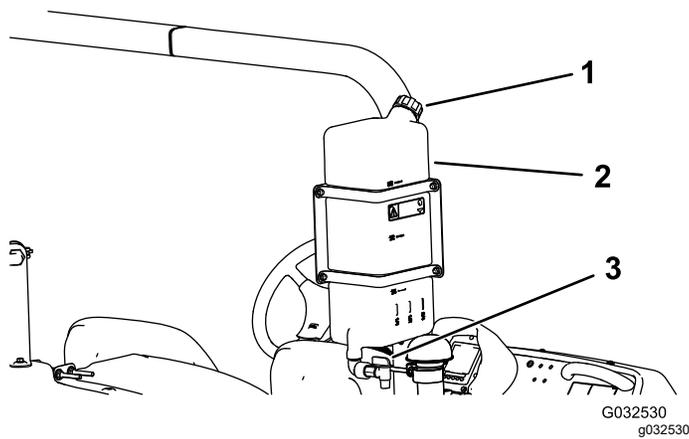

Figura 30
- Para llenar el depósito, desenrosque el tapón de la parte superior del depósito, llene el depósito con agua limpia y coloque el tapón (Figura 30).
- Para abrir la llave de paso del depósito de agua limpia, gire la palanca de la llave de paso (Figura 30).